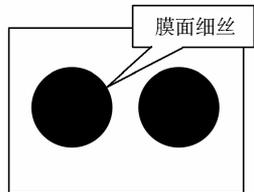

图 15-26 “膜面细丝”问题
(3) 分析检查“膜面细丝”问题,就是检查那些在生产过程中细而窄容易造成俗称绿油的阻焊剂区域脱落的问题,如图 15-26 所示。一旦有阻焊剂脱落,就会造成阻焊剂滑向焊料,从而造成 PCB 不良。